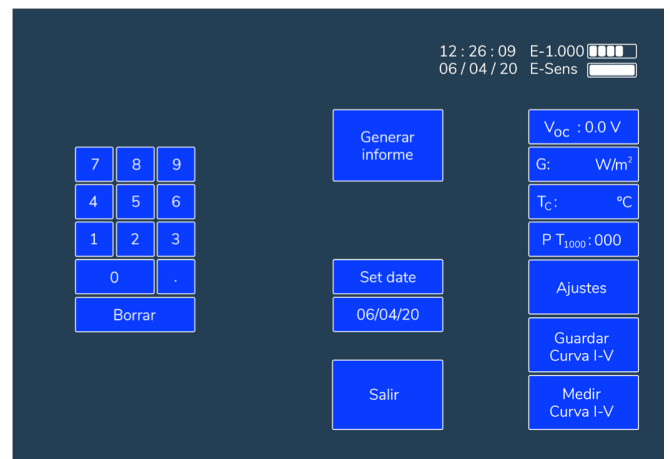

Figura 5.11. Imagen del sub-menú “Generar Informe.”
7. Presionar el botón de generar informe. (ver figura 5.11.).